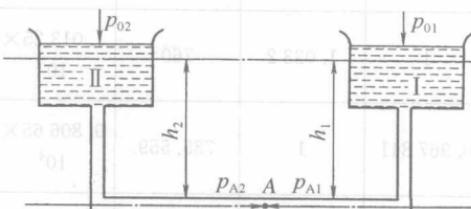

图 1-2 连通器原理
(3) 连通器 连通器是液面以下相互连通的两个或几个容器。在实际中连通器有以下三种情况。
① 连通器的两个容器中注入同样的液体 ($\rho_1 = \rho_2$)，当液面上压力相等 ($p_{01} = p_{02}$) 时，中间 A 点两侧静压力相等 (图 1-2)，即